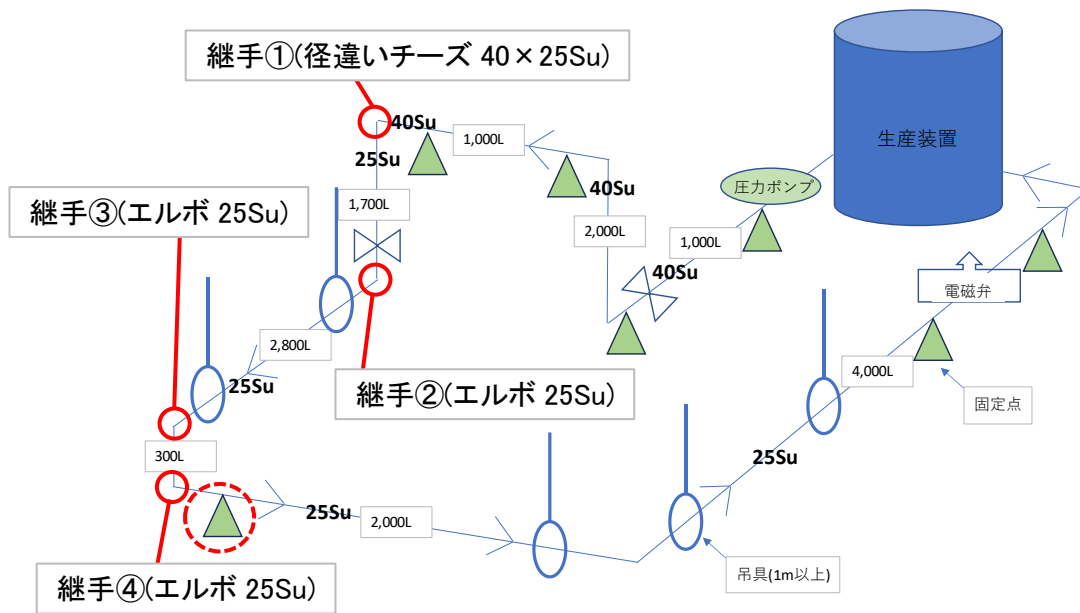

図 4-17 ウォーターハンマー試験Ⅱ概略図
ウォーターハンマーによる振動を想定し、電磁弁を使用して強制的にウォーターハンマーを発生させ、配管経路に設置された継手の袋ナットの緩みを確認する。図 4-17 の通り、ウォーターハンマー試験Ⅰの試験配管に固定点を追加し(図 4-17 の赤点線部)、継手①、②、③、④(図 4-17 赤丸部)について評価を行う。